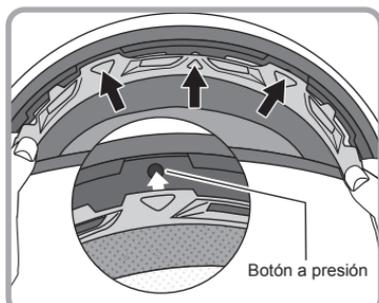

Fig. 2
- ② Inserte los 3 botones a presión delanteros según se muestra en la Fig. 2.